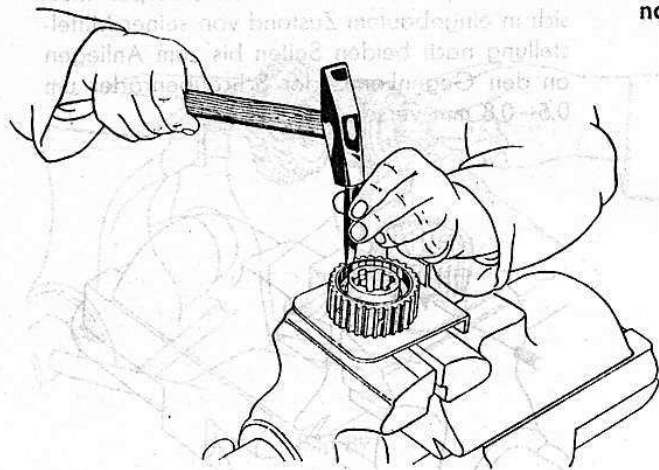

Bild 80
11. Sicherungsnasen gegen Verdrehen des Ringes in diesen mit Meißel einschlagen (Bild 80).